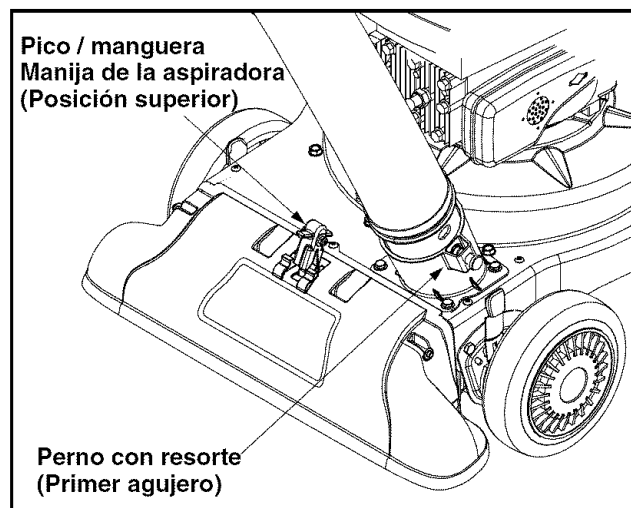

Figure 10
- Coloque la manija del pico / manguera de la aspiradora en la posición superior del pico para aspirar a través del mismo. Ver Figure 10.